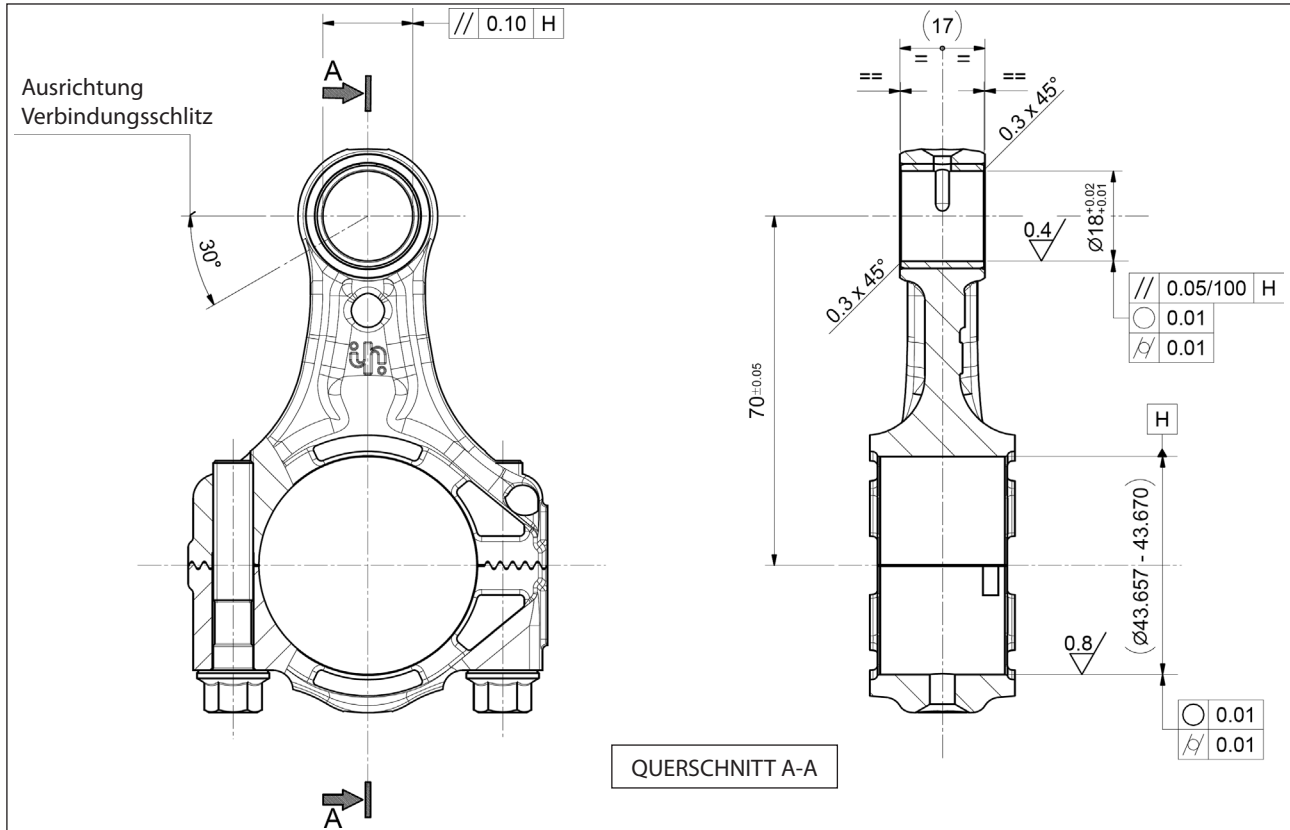

Abb. 32
\*\* Die Befestigungsschrauben des Kopfs, Pos. 55 der Explosionszeichnung, müssen mit einem Drehmomentschlüssel in der Reihenfolge gemäß Schema in Abb. 32 festgezogen werden.
- der Verbindungsschlitz ausgerichtet ist, wie in Abb. 32 gezeigt.
Führen Sie anschließend die mechanischen Bearbeitungen unter strikter Einhaltung der Maße und Toleranzen in Abb. 32 aus.